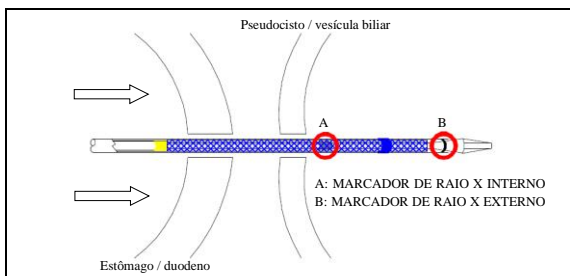

Figura 3
- a) Com auxílio do fluoroscópio e do endoscópio, posicione o Sistema de Introdução de Stent com Eletrocautério [HDS-10]. O marcador de raio X interno (o "A" da Figura 3) deve passar através da parede de um pseudocisto ou vesícula biliar.